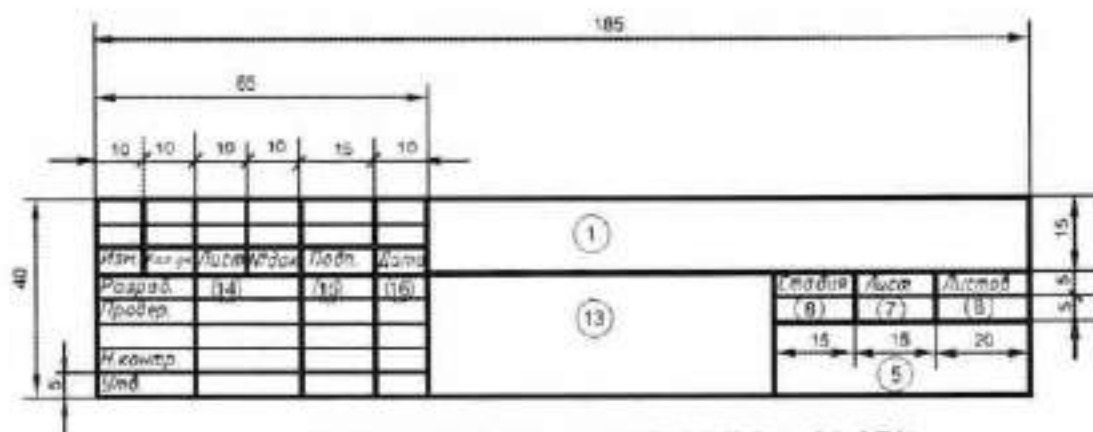

Рисунок 1.7 - Форма 5 (ГОСТ 21.101-97\*)
- первых листов текстовых документов – форме 5 (рисунок 1.7);